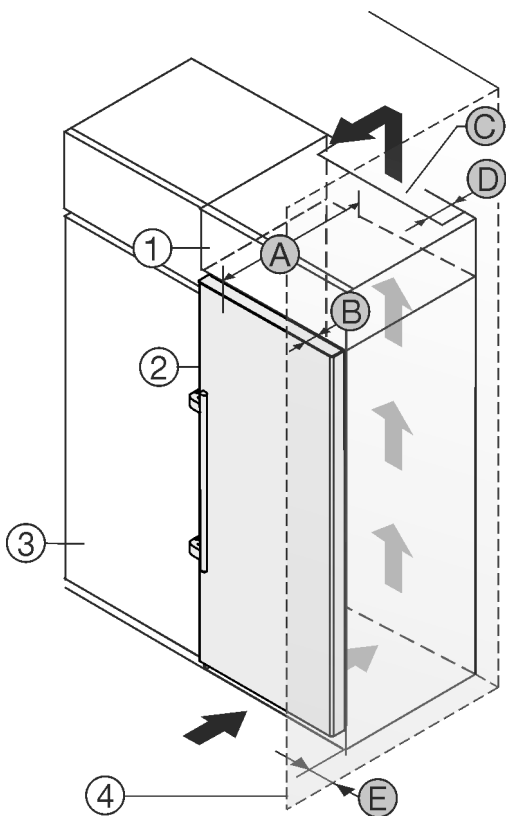

Fig. 2
- (1) Rehausse *
- (2) Appareil *
- (3) Placard de cuisine *
- (4) Mur *
- (A) Profondeur de l'appareil *
- (B) Profondeur de porte *
- (C) Section de ventilation *
- (D) Distance du dos de l'appareil *
- (E) Distance par rapport au côté de l'appareil *
Vous pouvez placer le réfrigérateur directement à côté de l'armoire de cuisine Fig. 2 (3).*
Une sortie d'air avec la profondeur Fig. 2 (D) doit être présente au dos de la rehausse sur toute sa largeur.*
La section de ventilation Fig. 2 (C) sous plafond doit être respectée.*
Si le réfrigérateur est installé avec les charnières près d'une paroi Fig. 2 (4), la distance entre le réfrigérateur et la paroi doit être d'au moins 57 mm . Cela correspond au dépassement de la poignée lorsque la porte est ouverte.*
Pour pouvoir ouvrir complètement les portes, le réfrigérateur doit dépasser de la profondeur de la porte Fig. 2 (B) par rapport à la façade du placard. L'appareil peut déborder encore plus en fonction de la profondeur des placards Fig. 2 (3) et de l'utilisation de cales d'épaisseur.*